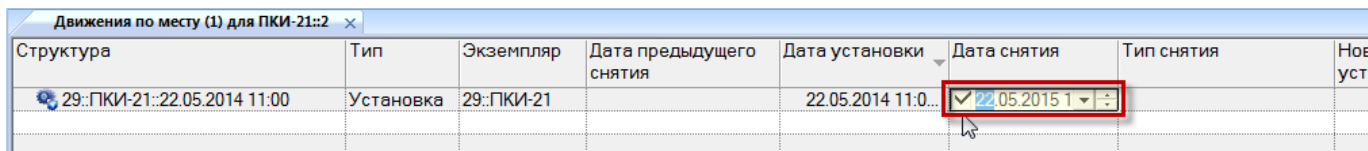

Рис. 23-33 – Установить флаг в белом квадрате
- 5) Установить флаг в белом квадрате – в результате поле «Дата снятия» заполнится текущей датой и станет доступным для редактирования (рис. 23-33).